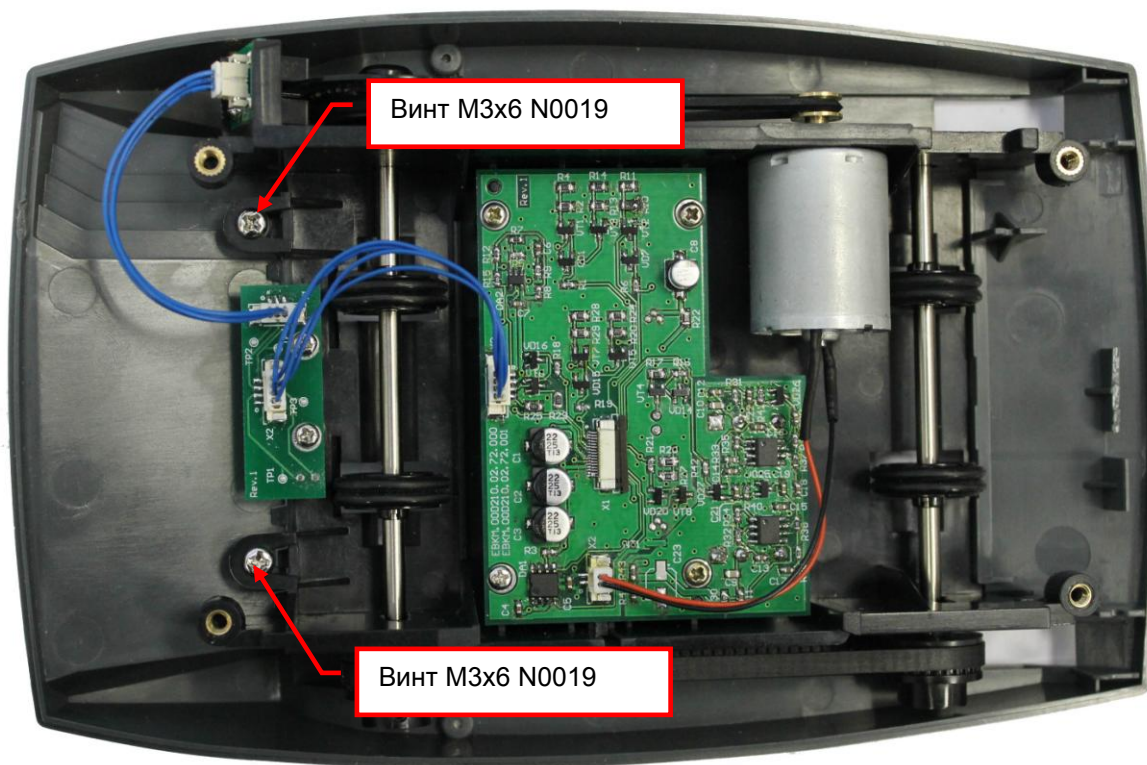

Рис. 8.25
8.11.2 Вывинтите, с помощью отвертки Ph2, винты М3х6 N0019 (2 шт.). Снимите крышку среднюю с каркаса нижнего в сборе (см. рис.8.25).